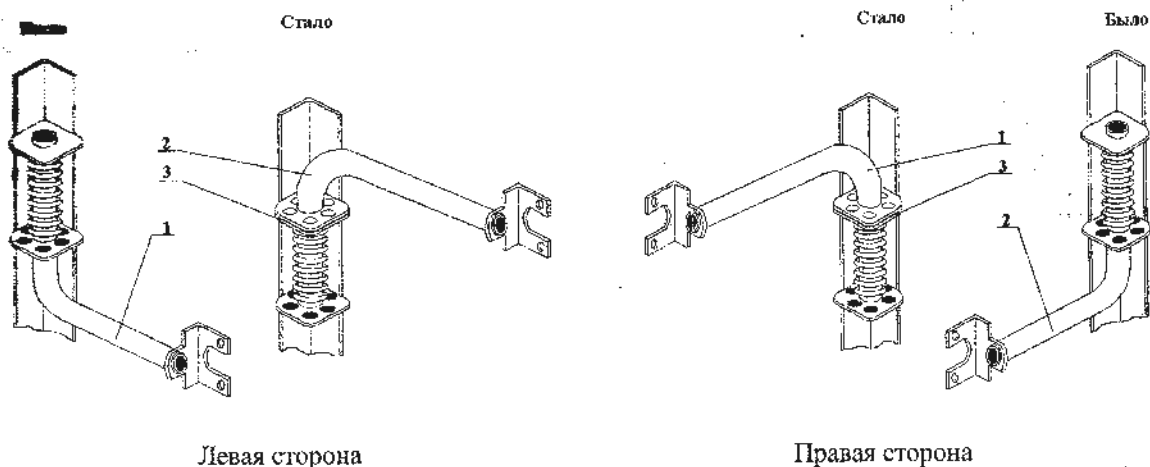

Рис. 184. Установка кронштейнов габаритных фонарей:
9.6.2.10. Установить кронштейны габаритных фонарей КД 2-113-1А и КД 2-114-1А (рис. 184).